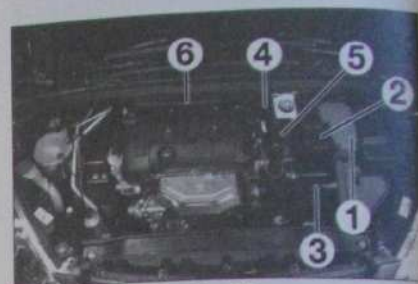

Fig. 65
- le boîtier de raccordement batterie (1) (Fig. 65),
- le cache de batterie (2),
- le résonateur d'air (3),
- la vis (4),
- le raccord d'entrée d'air (5),
- le couvercle du filtre à air (6),